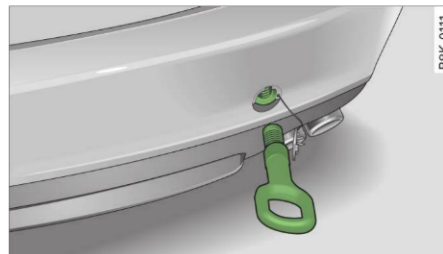

Fig. 253 Bara de protecție spate: Înșurubarea inelului de remorcare
- Apăsăți capatul în partea de jos printr-un avânt scurt și puternic ⇒ fig. 253. Capatul se desprinde din bara de protecție.